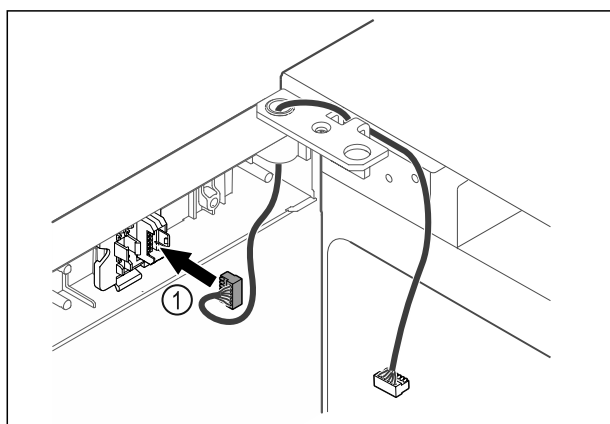

Fig. 59
- ▶ Pistke pistik Fig. 59 (1) pistikuhoidikusse.